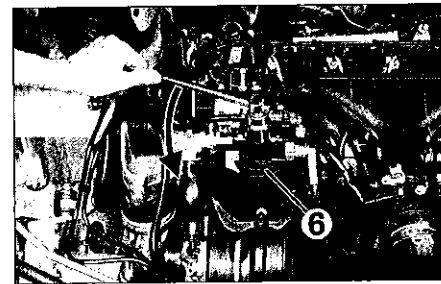

FIG.33
- la vis (7)
- le couvercle (6) (Fig.33).